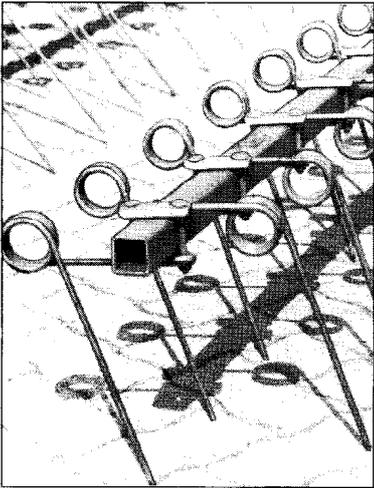

Fig. 28
a) mit steiler stehenden Zinken für Saatbett ohne Pflanzenreste (Fig. 28),